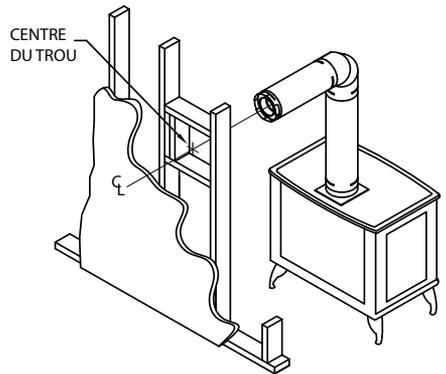

Figure 6
(2) Les longueurs horizontales du tuyau de ventilation doivent être soutenues afin de prévenir tout affaissement. Les sections de tuyau horizontales doivent être soutenues au moins tous les 1,2 m (4 pieds). Des brides murales ou du ruban de plomberie peuvent être utilisés à cet effet. D'une autre façon, du ruban de plomberie ou tout autre matériau non combustible approprié peut être utilisé pour soutenir le tuyau de ventilation.
(3) La ventilation DirectVent Pro n'a pas besoin d'être scellée avec un produit d'étanchéité, sauf en cas d'exigence du fabricant de l'appareil.
Étape 3. L'adaptateur et les sections de tuyau reliés à l'appareil, déplacer l'appareil à sa bonne position et marquer le mur pour y percer un trou carré de la bonne dimension. Se reporter au **Tableau 1, page 8** pour la bonne dimension de l'ouverture carrée, sauf indication contraire des exigences d'espacement du fabricant de l'appareil. L'axe du conduit doit être aligné avec le centre du trou carré (**Fig. 6**). Découper et armer le trou carré dans le mur extérieur où l'évent va se terminer. Un manchon d'emboîtement mural ou un coupe-feu mural peut être exigé par le fabricant comme protection thermique